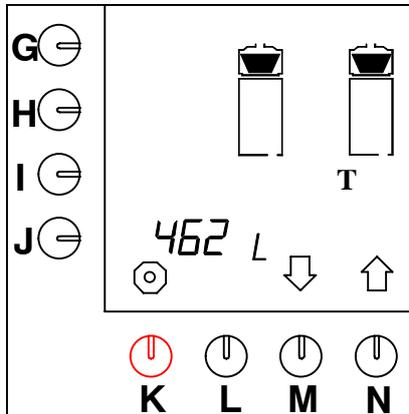

Abb. 38 Gesamtzählwerk für das
- Drücken Sie auf die Wahltaste (N.) \uparrow , bis Abb.38 im Display erscheint.